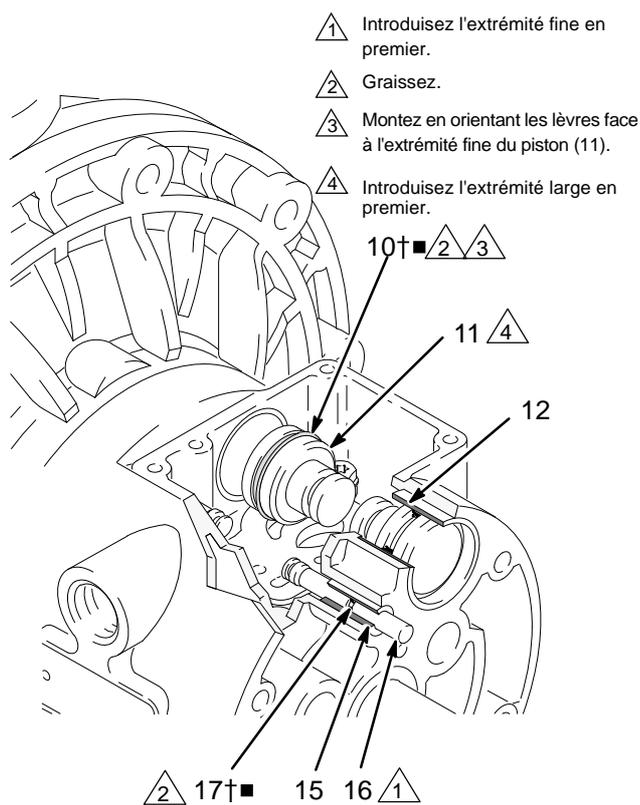

FIG. 8
4. Sortez les deux pistons d'actionnement (11) des coussinets (12). Retirez les joints en coupelle (10) des pistons. Sortez les axes de commande (16) des coussinets (15). Retirez les joints toriques (17) des axes de commande. Consultez FIG. 8.
6. Examinez les coussinets (12, 15) en place. Consultez FIG. 8. Les coussinets sont cintrés et, s'ils sont endommagés, doivent être retirés par l'extérieur. Pour cela, il est nécessaire de démonter la partie fluide. Voir page 22.
4. Placer un joint torique (17▲) sur chaque tige de commande (16). Graissez les axes et les joints toriques. Insérez les axes dans les coussinets (15), extrémité **fine** en premier. Consultez FIG. 8.
5. Installez un joint en coupelle (10▲) sur chaque piston d'actionnement (11), en orientant les lèvres des joints vers l'extrémité **fine** des pistons. Consultez FIG. 8.
6. Lubrifier les joints en coupelle (10▲) et les pistons d'actionnement (11). Insérez les pistons d'actionnement dans les coussinets (12), extrémité **large** en premier. Laissez l'extrémité fine des pistons exposée. Consultez FIG. 8.